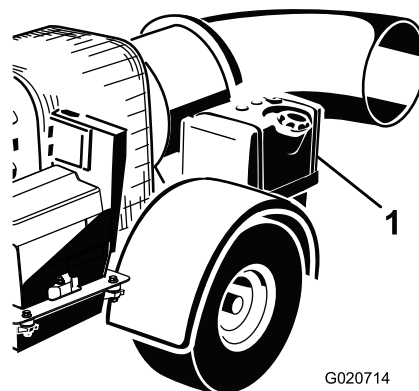

Figura 8
2. Limpe a zona em redor da tampa do depósito de combustível e retire-a (Figura 8).